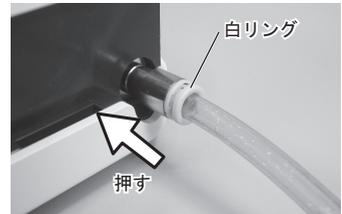

図7
- ・注水コネクタから注水チューブを取り外すときは、白リングをコントロールユニット側へ押しながらか注水チューブを引き抜いてください。(図7)